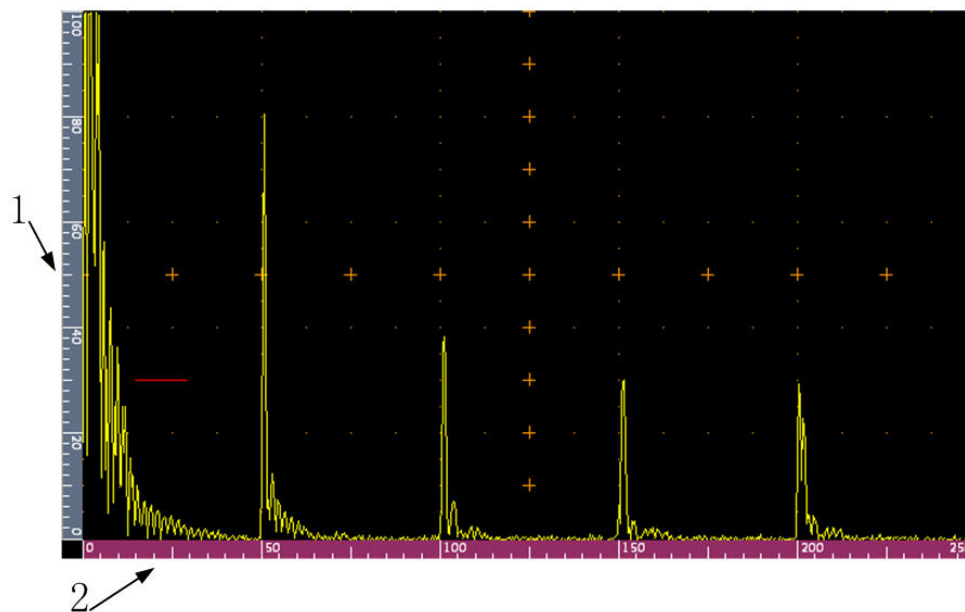

图 1-7 通用超声 A 扫描标尺
a) 通用超声 A 扫描标尺如图 1-7 所示，定义见表 1-7。